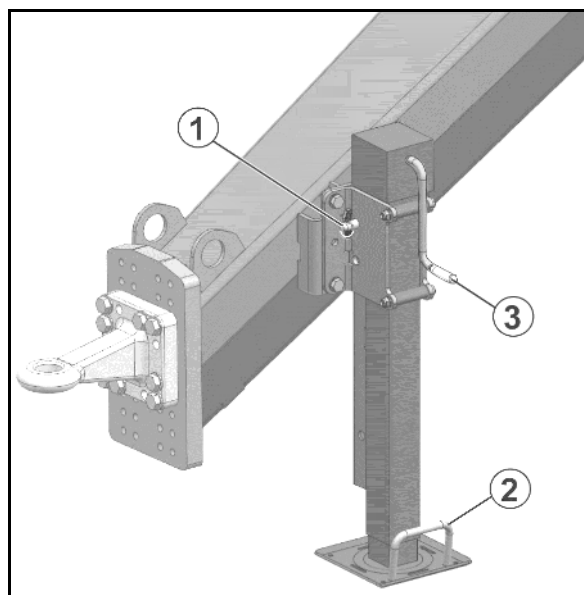

Рис. 55
1. Ослабьте пружинный фиксатор и (Рис. 55/1) вытяните палец.
2. Поднимите/опустите опору за ручку (Рис. 55/2)
4. Поднимите/опустите опору в соответствии с необходимостью с помощью рукоятки (Рис. 55/3).